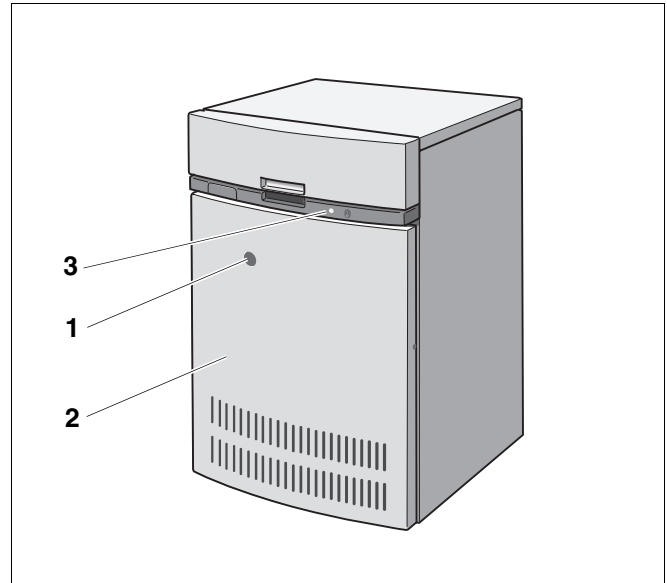

Abb. 5 Brennerstörungen beheben
Bei einer Brennerstörung leuchtet die Störlampe (Abb. 5, **Pos. 1** und **3**) am Heizkessel.
- Drücken Sie den Entstörtaster (Abb. 5, **Pos. 1**) des Gasbrenners durch die Bohrung der Kesselvorderwand (Abb. 5, **Pos. 2**).